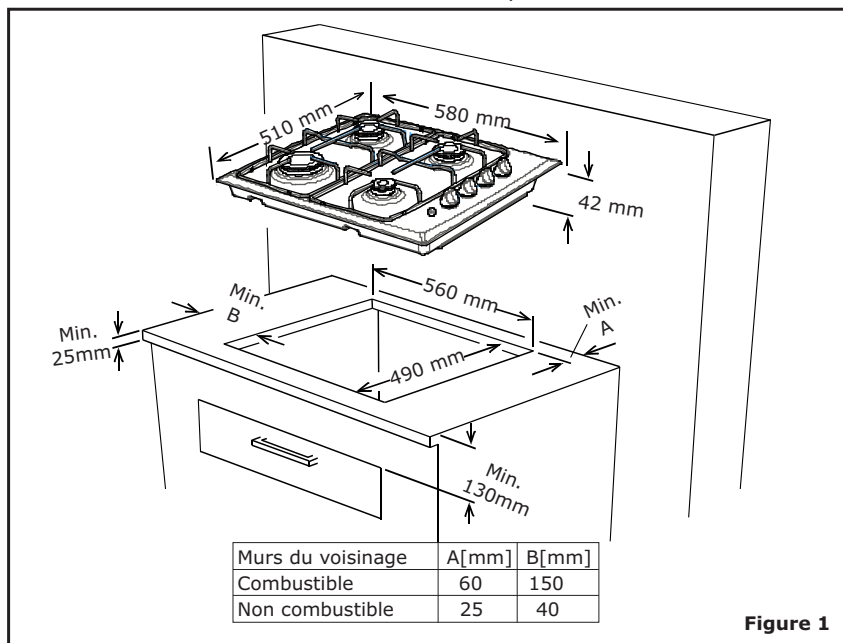

Figure 1
- Insérez le plan de cuisson dans le trou et positionnez-le correctement. (Fig 1)